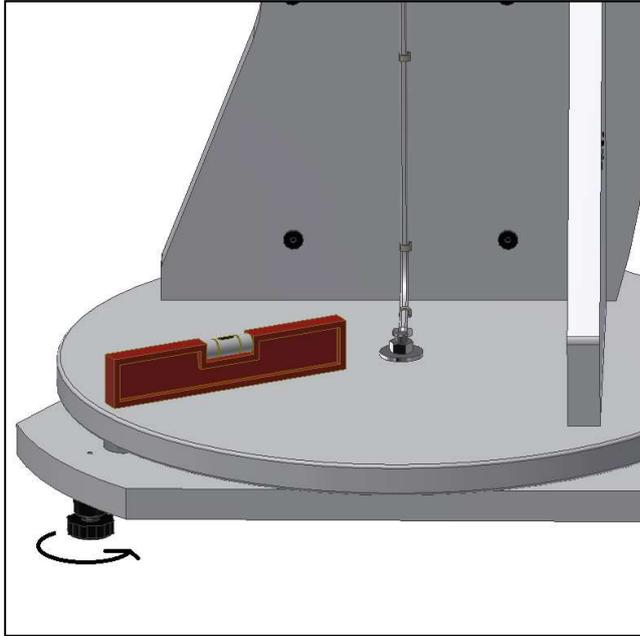
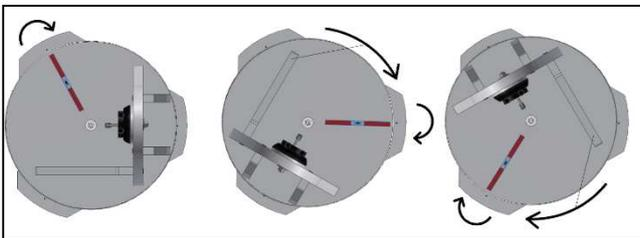

Figura 24. Nivele la base utilizando un nivel de burbuja o una aplicación de teléfono que sirva para ello.
Figura 25. Nivele las tres patas.
4.1. Montaje horizontal al suelo. Para conseguir la mejor precisión de apuntado, recomendamos que el montaje esté nivelado. Coloque la Push+ sobre un terreno perfectamente nivelado. ¡Debe evitarse cualquier inclinación! Coloque un nivel de burbuja (no suministrado) en el disco de la Push+. Un extremo del nivel debe apuntar hacia el centro (eje azimut) y el otro hacia una de las patas de plástico. Si es necesario, gire la base de la pata (pieza 10) para lograr la nivelación horizontal (figura 24). Ahora, sin tocar el nivel, gire la Push+ para alinear el nivel con la siguiente pata (figura 25). Ajuste la base de la pata si es necesario. Haga lo mismo con la última pata para confirmar que la base está bien nivelada. Repita si es necesario. Asegúrese en este punto que: